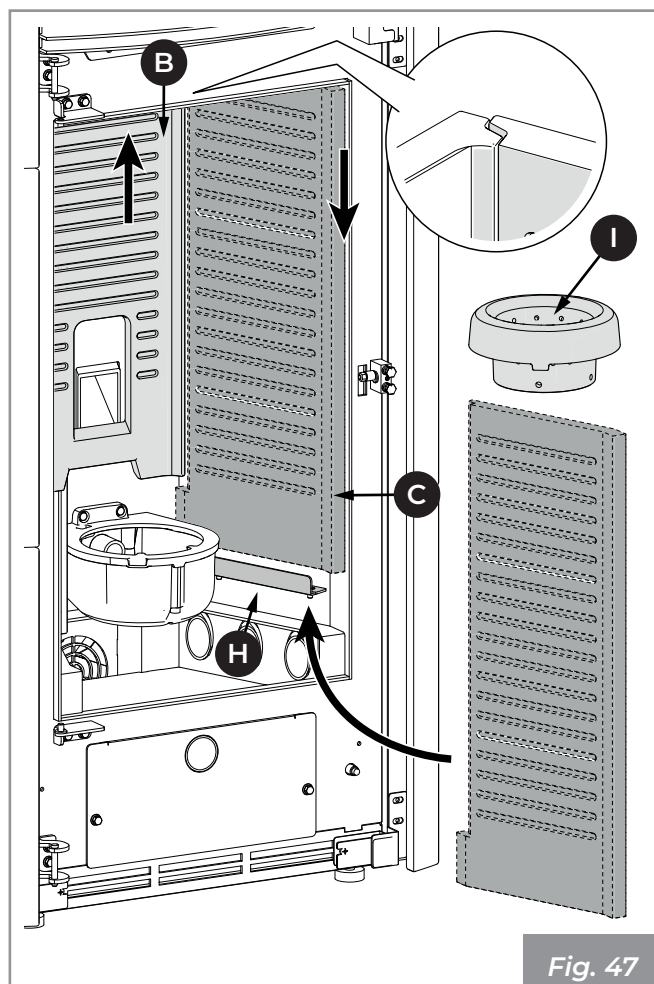

Fig. 47
- Posizionare la parete refrattaria destra (C) nella camera di combustione (Fig. 47) sollevando leggermente la parete di fondo (B).
- Inserire la parte inferiore della parete destra (C) nel profilo laterale della parete di fondo (B) e verificare che sia inserita nell'alloggiamento del supporto (H)
- Riposizionare il braciere (I)